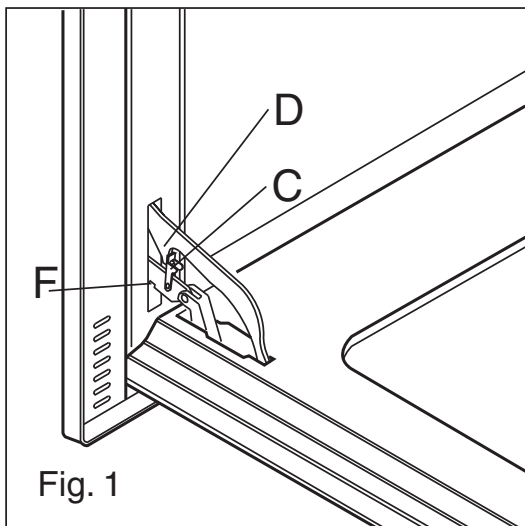

Fig. 1
Per facilitare pulizie intensive del forno è pratico smontare la porta attenendosi alle seguenti istruzioni: inserire l'aggancio (C) (fig. 1) nel settore cerniera (D). Portare la porta in posizione semiaperta ed operando con le due mani tirare verso di sé la portina sino a che la stessa non si sia sganciata dall'attacco. Per rimontare la porta operare in modo inverso avendo cura di introdurre correttamente le due guide (F).
Para facilitar la limpieza intensiva del horno resulta práctico desmontar la puerta siguiendo las siguientes instrucciones: insertar el enganche (C) (fig. 1) en el sector bisagra (D). Poner la puerta en posición semiabierta y operando con las dos manos tirar hacia sí mismo la portezuela hasta que ésta se haya desenganchado de su acoplamiento. Para volver a montar la puerta operar de manera inversa teniendo cuidado en introducir correctamente las dos guías (F).
Il convient de démonter la porte en se conformant aux indications suivantes pour nettoyer le four à fond : introduire l'élément (C) (fig. 1) à la hauteur de la charnière (D). Ouvrir la porte à moitié et tirer celle-ci des deux mains vers soi jusqu'à ce que l'élément la décroche. Pour remonter la porte, procéder de la même façon mais en sens inverse en ayant soin d'introduire correctement les deux guides (F).
For ease of intensive cleaning it is practical to dismantle the door following these instructions: insert the hook (C) (fig. 1) in the hinge sector (D). Put the door in half-open position and, using both hands, pull the small door towards you until it uncouples from the connection. To reassemble the door, proceed in inverse order, taking care to insert the two guides (F) correctly.
Um die gründliche Reinigung des Ofens zu vereinfachen, kann die Tür nach folgenden Anweisungen abmontiert werden: den Einspanner (C) (Abb. 1) in das Scharniersegment (D) einstecken. Die Tür zur Hälfte öffnen und mit beiden Händen zu sich ziehen, bis sie sich aus dem Anschluss ausspannt. Für die erneute Montage der Tür, auf umgekehrte Weise vorgehen und die beiden Führungen (F) korrekt einfügen.